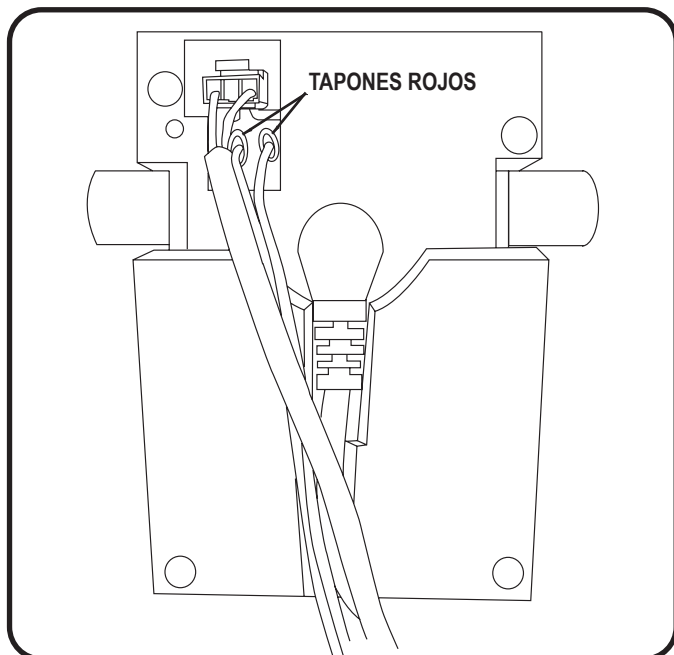

Figure 5.2 Enchufes de interruptores de seguridad
2. Si los motores no están sincronizados, desconecte uno de los dos enchufes rojos del interruptor de seguridad de la caja de control del motor (**Fig. 5.2**).
4. Vuelva a conectar el enchufe rojo del interruptor de seguridad en la caja de control del motor (**Fig. 5.2**).